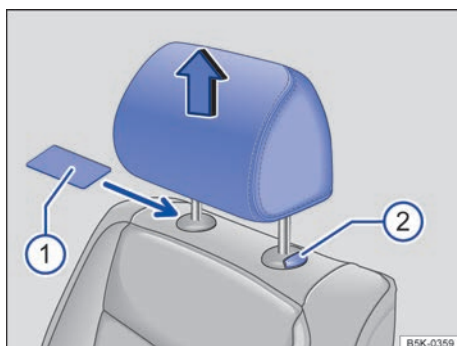

Fig. 76 Apoyacabezas delanteros: desmontaje.
- De ser necesario, para desbloquearlo puede introducir un objeto plano (una tarjeta de plástico, p. ej.) entre el tapizado del respaldo y la tapa de la barra del apoyacabezas → fig. 76 ①.
- Extraiga el apoyacabezas completamente a la vez que presiona la tecla ②.